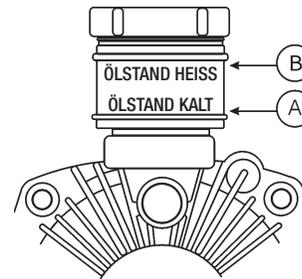

Abb. 9. Getriebe-Flüssigkeitsbehälter
Den Flüssigkeitsbehälter (Abb. 9) **NICHT** überfüllen. Die Füllstandsmarkierungen auf dem Behälter beachten. **Vor Inbetriebnahme des Fugenschneiders unbedingt den Füllstand kalt (A) bzw. warm (B) prüfen**. Ein Überfüllen des Getriebes mit Hydraulikflüssigkeit kann zum **Reißen** der Dichtungen und somit zur mechanischen Beschädigung führen.